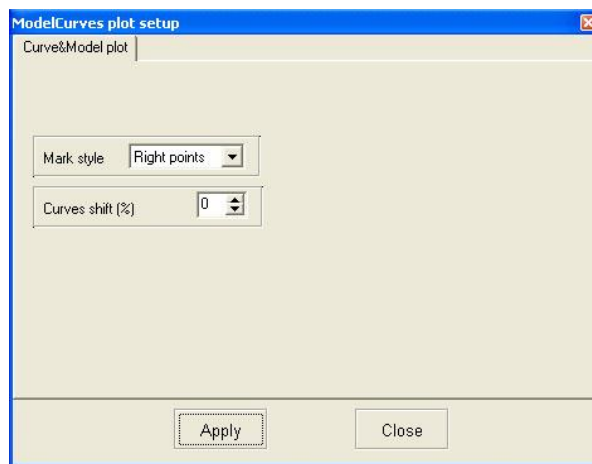

Fig. 31. Curve parameters setup dialog
**Setup** option runs *curve parameters setup dialog* (fig. 31).